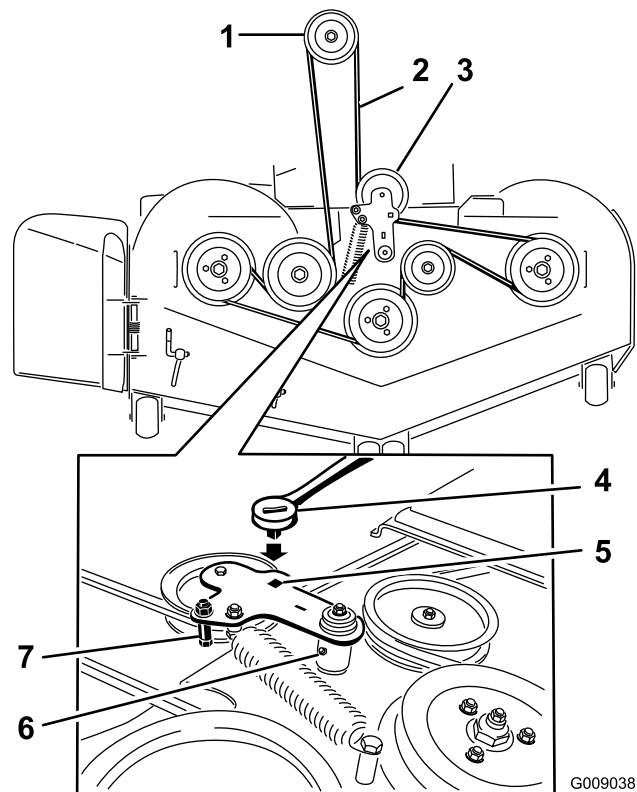

Figura 81
5. Utilice una llave de carraca en el taladro cuadrado del brazo tensor para aliviar la tensión del muelle tensor (Figura 81).
7. Instale la guía de la correa en el brazo tensor tensado con muelle indicado en Figura 81.
9. Pase la correa nueva alrededor de las poleas del cortacésped y de la polea del embrague, debajo del motor (Figura 81).
10. Instale la guía de la correa en el brazo tensor según se muestra en Figura 81.
11. Utilizando la llave de carraca en el taladro cuadrado, instale el muelle tensor (Figura 81).